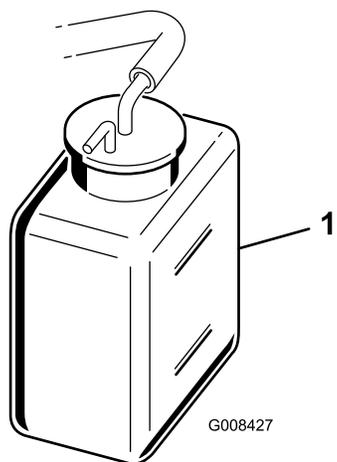

Figura 31
2. Verifique o nível do líquido de arrefecimento (Figura 31).